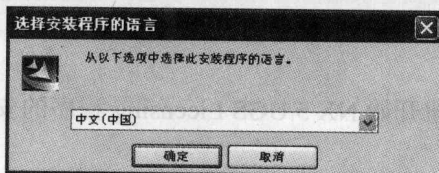

图 1-10 安装程序语言选择界面
(1) 完成服务程序的安装后, 开始安装 UG NX 5 运行程序, 在安装程序选择界面中选择 Install NX 选项, 进入安装过程的提示语言选择界面, 如图 1-10 所示。